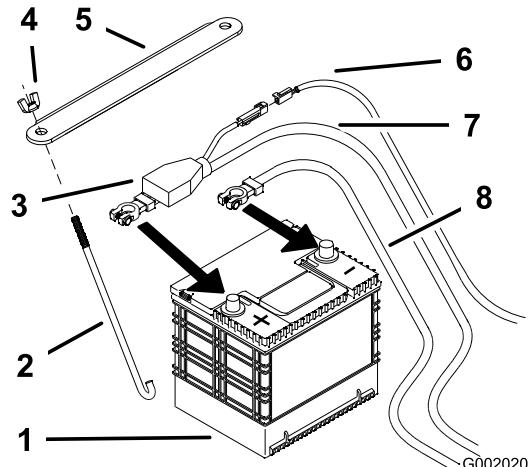

Figura 50
4. Scollegate prima il cavo negativo della batteria dal morsetto negativo (-) della batteria (Figura 50).
5. Sfilate la guaina rossa del morsetto dal morsetto positivo (rosso) della batteria. Togliete quindi il cavo positivo (rosso) della batteria (Figura 50).
1. Posizionate la batteria nel vassoio, con i poli in posizione opposta al serbatoio idraulico (Figura 50).
4. Fissate i cavi con due bulloni (1/4 x 3/4 poll.), due rondelle (1/4 poll.) e due dadi di bloccaggio (1/4 poll.) (Figura 50).
6. Ancorate la batteria con i bulloni a J, il morsetto fissatore, due rondelle (1/4") e due dadi ad alette (1/4") (Figura 50).